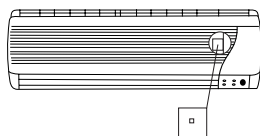

Рис. 3
2. Установите переключатель режимов работы (рис. 3) в положение "АВТО". Кондиционер начнет работать в АВТОМАТИЧЕСКОМ режиме.